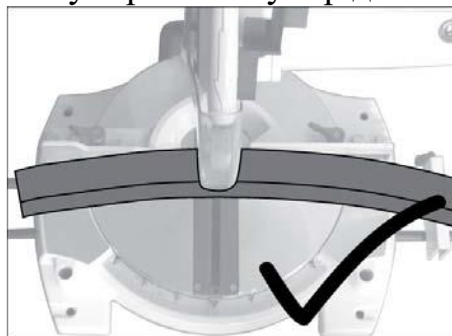

Рис. 6 Торцевание не прямых заготовок
7.3.1 Кривые или изогнутые заготовки должны быть установлены так, чтобы точка распилы заготовки упиралась в упор для заготовки (Рис. 6).